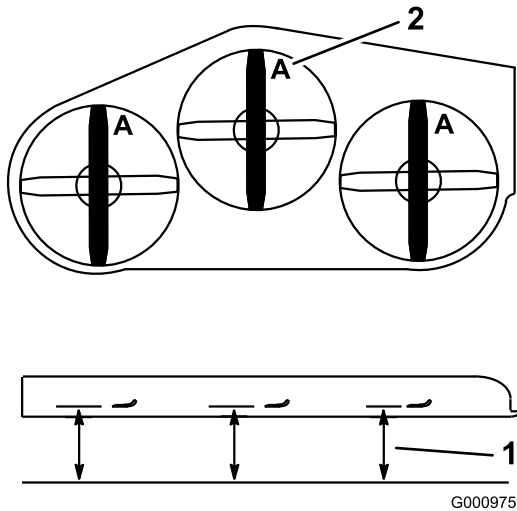

Figura 93
4. Mida desde una superficie nivelada hasta el filo de corte, posición A, de las cuchillas (Figura 93).